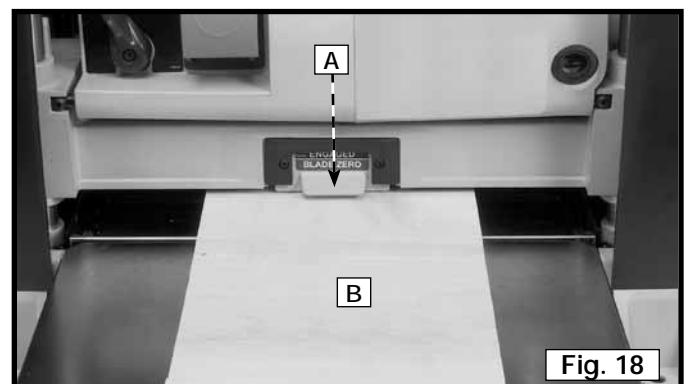

Fig. 18
- Mettre l'extrémité de la planche (B) fig. 18 en dessous de l'indicateur de zéro de la lame (A).
- Abaïsser le porte-lame de manière à ce que la pièce entre en contact avec la partie inférieure de l'indicateur de zéro (A) fig. 18